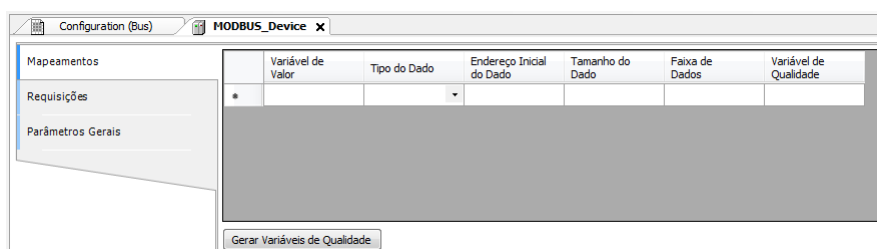

Figura 64: Tela de Mapeamentos de Dados MODBUS
- Adicionar e configurar os mapeamentos MODBUS na aba Mapeamentos conforme Figura 64, especificando o nome da variável, tipo de dados e endereço inicial do dado, o tamanho do dado e a faixa são preenchidos automaticamente.